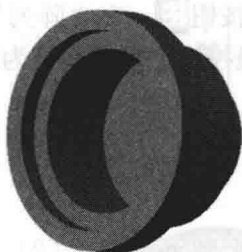

图 1-35 第二个切除特征
- (23) 单击“确定”按钮  , 创建旋转切除特征, 切换视角后如图 1-35 所示。